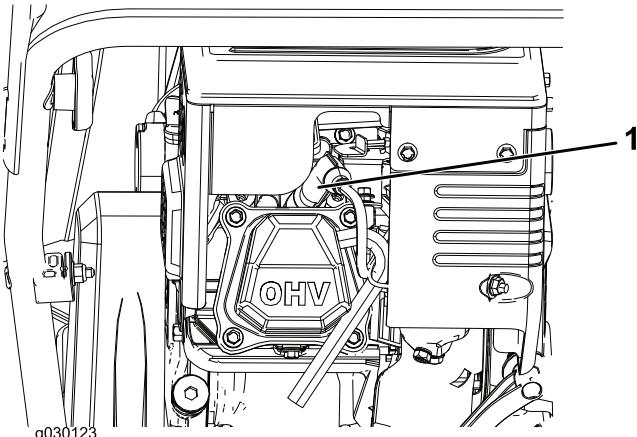

Figure 22
1. Enlevez le capuchon (Figure 22).